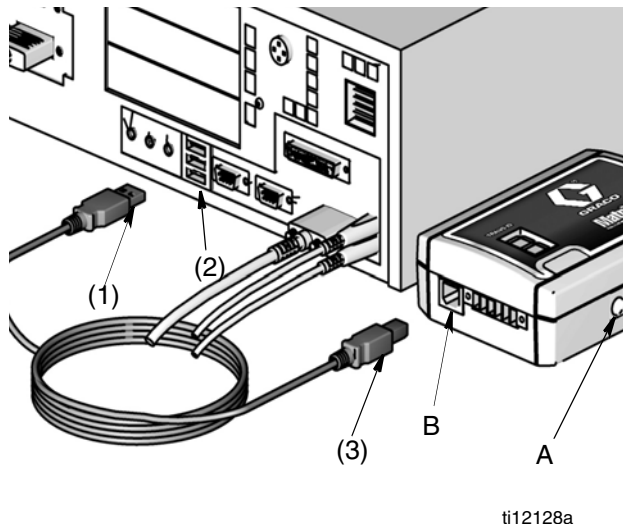

FIG. 5
- Voor afstanden tot 5 meter (16,4 ft) is een plug-and-play-aansluiting met een **USB-kabel** (universele seriële bus) aanbevolen tussen de zendontvanger en de Matrix-pc. Zie FIG. 5, (B).
Plug-and-play USB-kabel- (FIG. 5)
2. Sluit eerst het ronde uiteinde van de elektrische stroomtransformator aan op de voedingsingang van de zendontvanger (A) (FIG. 5) en sluit vervolgens de stekker van de transformator aan op een geaarde stroombron van 120 - 240 VAC.